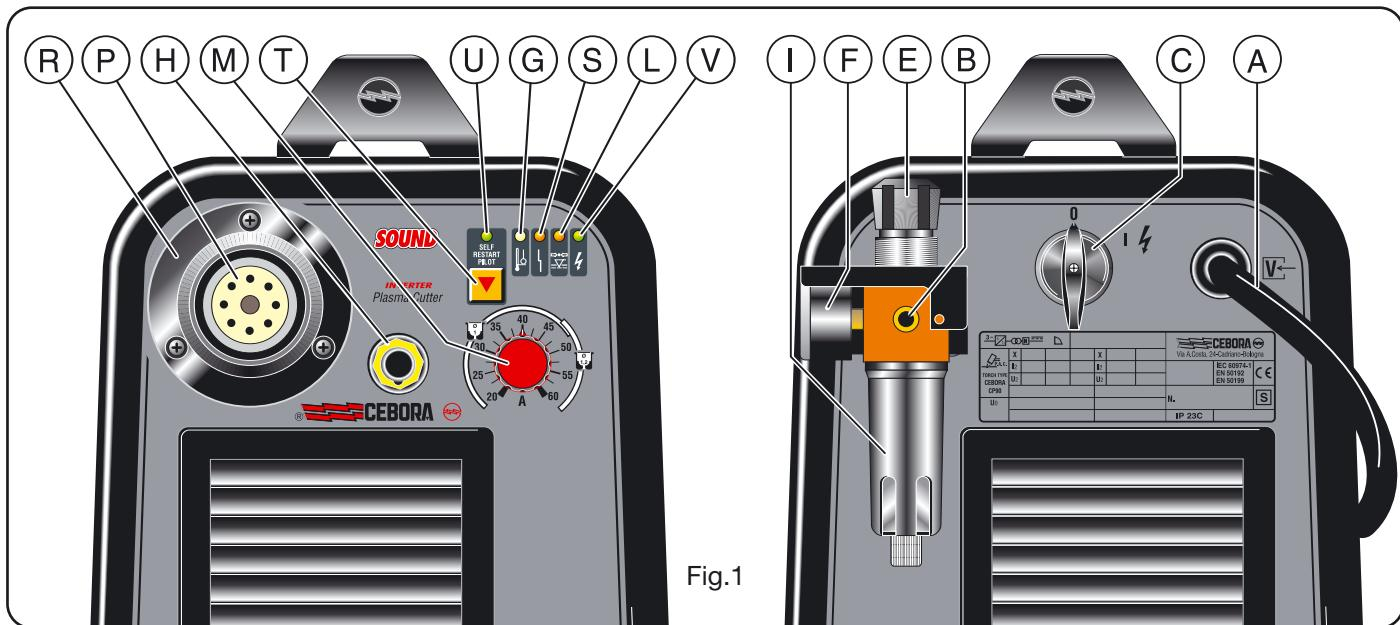

Fig.1
### 2.1 MONTERING AV BRÄNNARE (FIG. 1)
1) För att undvika överbelastning. Lysdiod **G** tänds och lyser med fast sken (se fig. 1).
Är placerat på brännarens strömkälla för att undvika ett otillräckligt lufttryck. Lysdiod **L** tänds (se fig. 1).